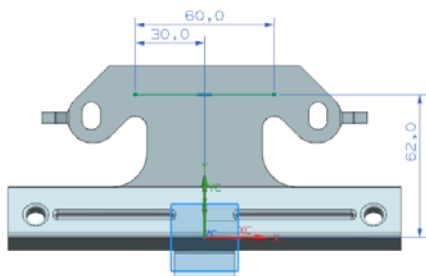

图 4-148 绘制草图
(3) 绘制如图 4-148 所示的草图。单击“完成”图标，草图绘制完毕。